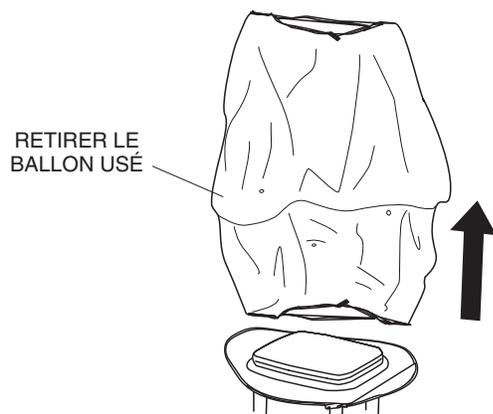

Figure 41. Retirer le ballon usé
2. Faire glisser l'enveloppe du ballon usée sur le dessus de l'ensemble de protection de la lampe. Voir Figure 41.